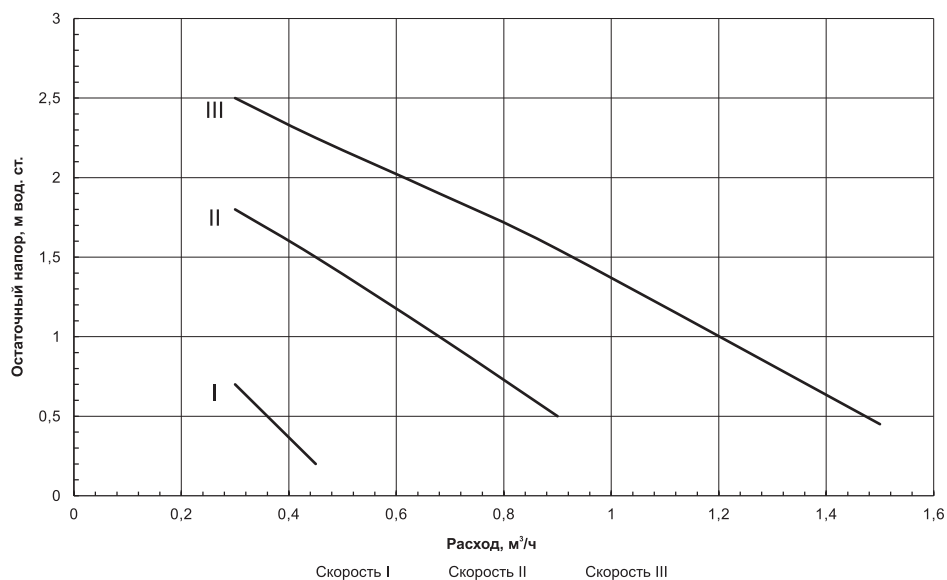
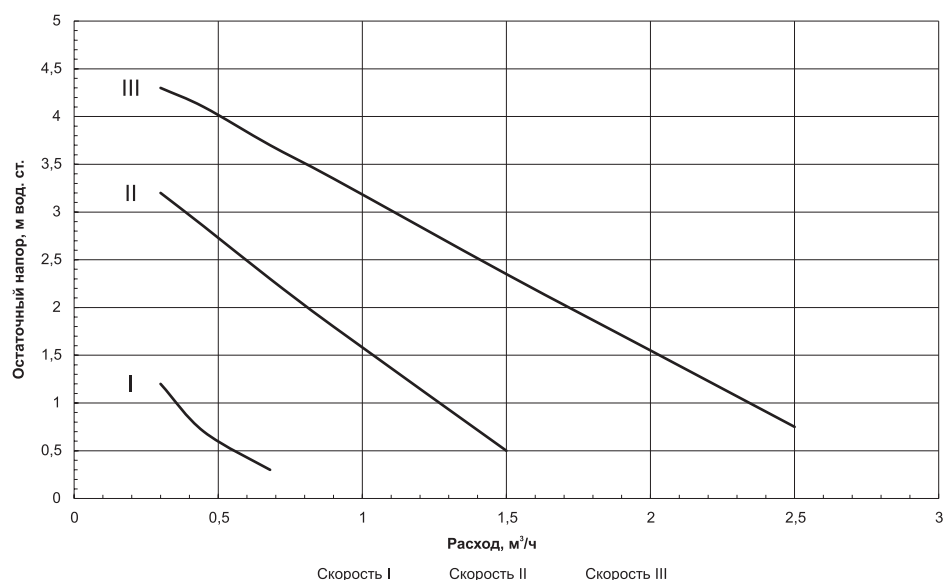
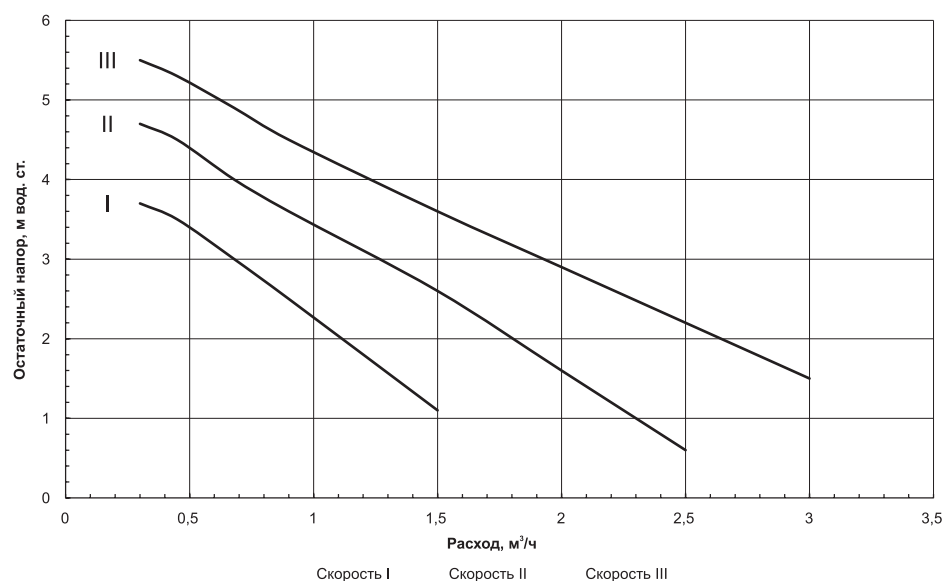

Рис.1 Остаточный напор для циркуляционного насоса ZOTA RING 25/40 (для котлов МК-Х 4,5 - 7,5 кВт)
Рис.2 Остаточный напор для циркуляционного насоса ZOTA RING 25/60 (для котлов МК-Х 9 - 24 кВт)
Рис.3 Остаточный напор для циркуляционного насоса ZOTA RING 25/70 (для котлов МК-Х 30 - 36 кВт)
**График остаточного напора для циркуляционных насосов показан на Рис.1. Рис.2. Рис.3